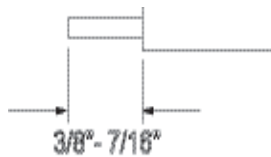

Figure 6
4. Strip black and white wire leads to expose 3/8"-7/16" of bare metal. See Fig. 6
4. Dénuder les fils noir et blanc sur 3/8 po à 7/16 po. Voir la Fig 6
Ver fig 6.